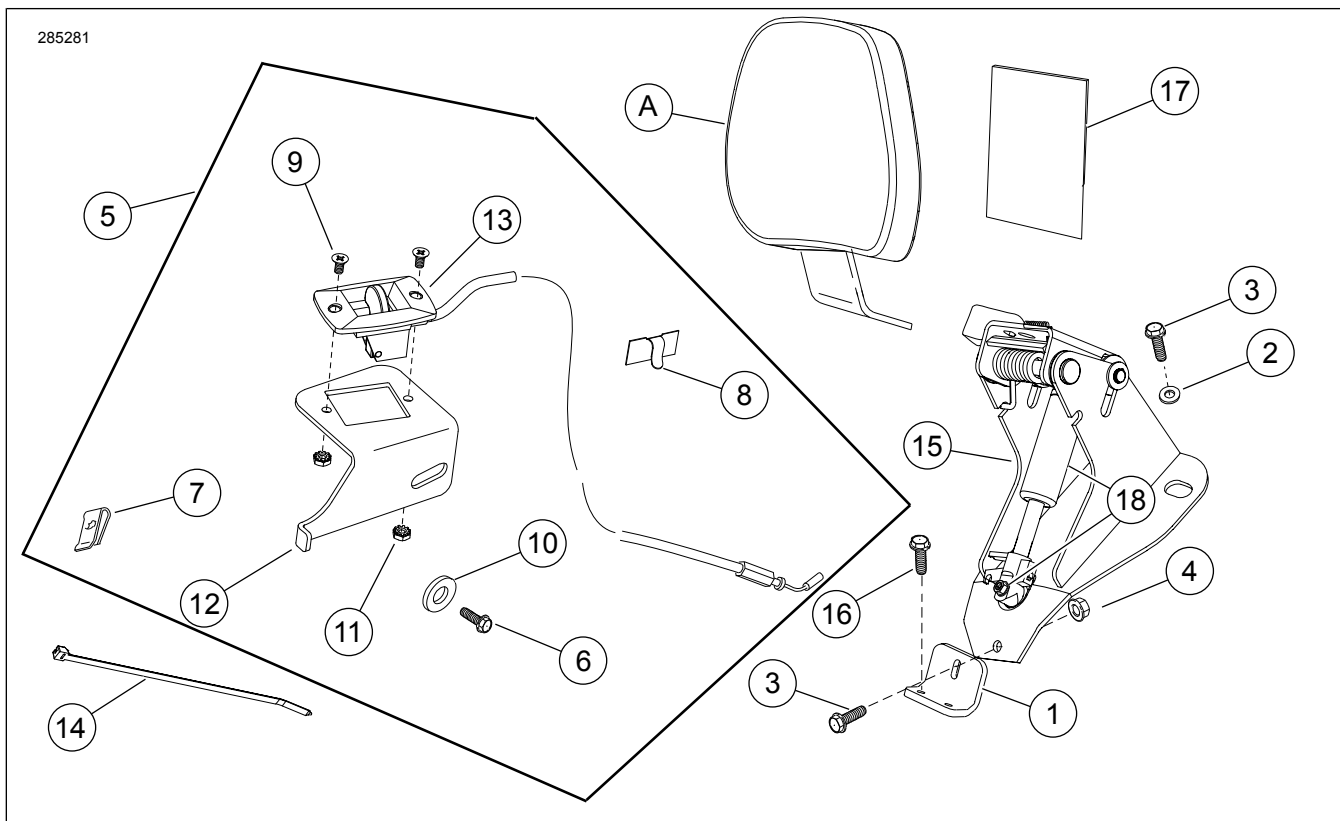

Figura 9. Peças de reposição: Kit de ferragens de montagem do encosto do motociclista ajustável FL
Veja Figura 9 e Tabela 1 .
7. Figura 9 Monte a alça do atuador com cabo (13) no suporte da alça do atuador (12) com os parafusos (9) e porcas de travamento (11).
11. Figura 9 Obtenha a presilha com adesivo (8) do kit. Limpa a área lisa do suporte da alça de ajuste no local aproximado em que a presilha da haste do fio da vela de ignição foi removida usando álcool isopropílico. Prenda a presilha ao suporte e passe o fio da vela de ignição e o tubo evaporador (se equipado) pela presilha. Dobre a presilha para baixo a fim de prender firmemente o fio e/ou tubo.
4. Figura 9 Pegue o protetor do assento (17).